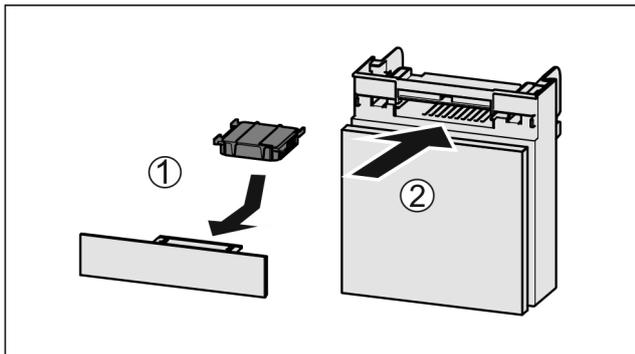

Fig. 176
- ▶ Introduceți Fig. 176 (1) filtrul de cărbune activ după cum se vede în figură.
- ▶ Împingeți Fig. 176 (2) compartimentul în interior.